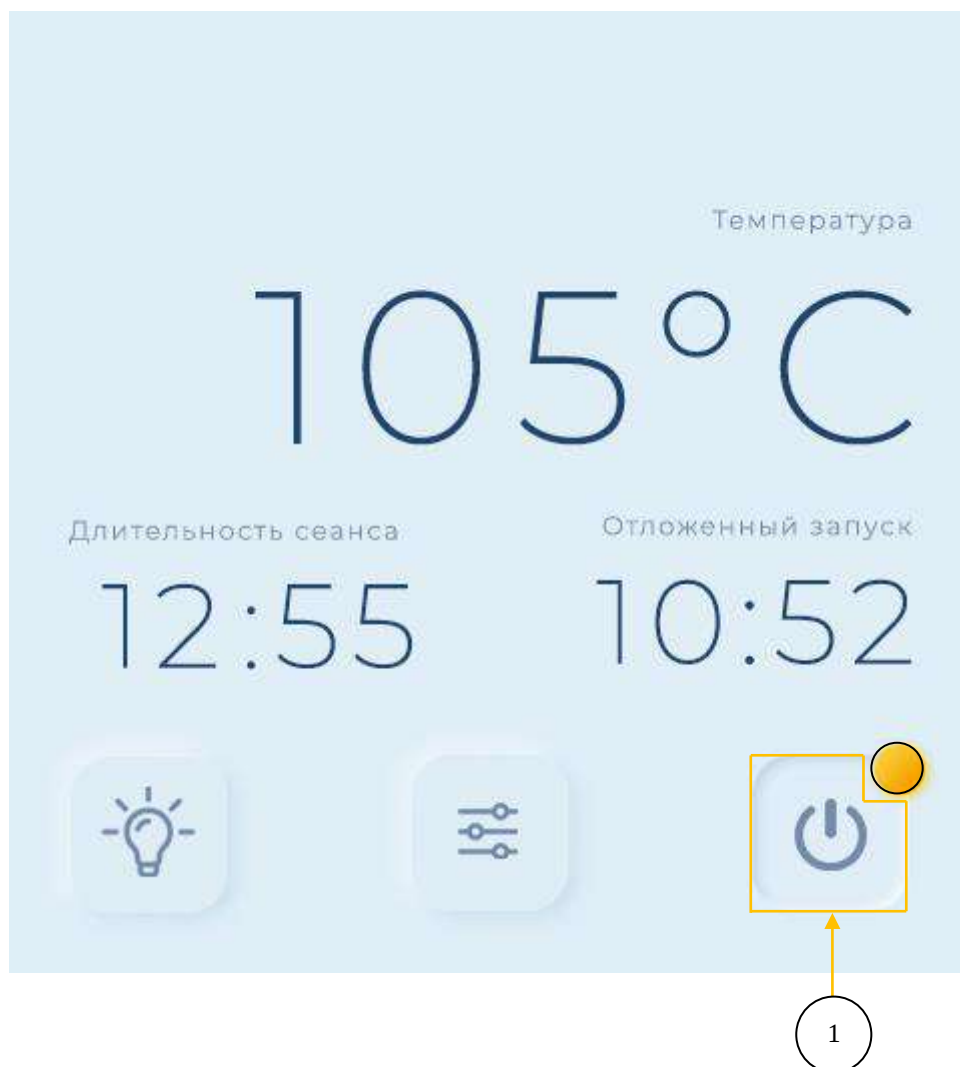

Рис. 47.: Взаимное расположение элементов интерфейса “Главной” страницы в режиме отложенного запуска.
2. Перейти на “заглавную” вкладку с отображением текущей температуры в парном помещении, а также настроенного времени отложенного старта и времени сеанса. Единоразовым прикосновением к пиктограмме переключения режимов перевести устройство в режим отложенного запуска. (Рис. 47.: Взаимное расположение элементов интерфейса “Главной” страницы в режиме отложенного запуска.)